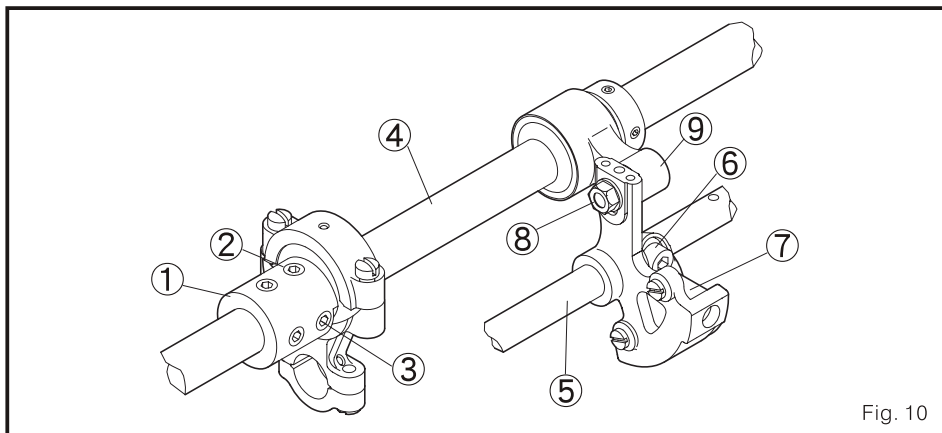

Fig. 10
(1) solta a barra do eixo conector do looper 7, e o parafuso fixo 6. (Fig. 10)
Ajustar: (Fig. 10)